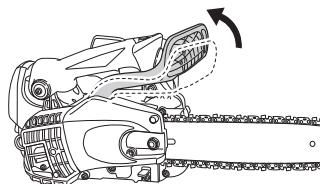

Fig. 15
- Tire del freno de la cadena (18) hacia el asa delantera para comprobar que el freno esté desactivado. (**Fig. 15**)
9. Asegúrese de que el freno de la cadena esté desenganchado. (**Fig. 15**)